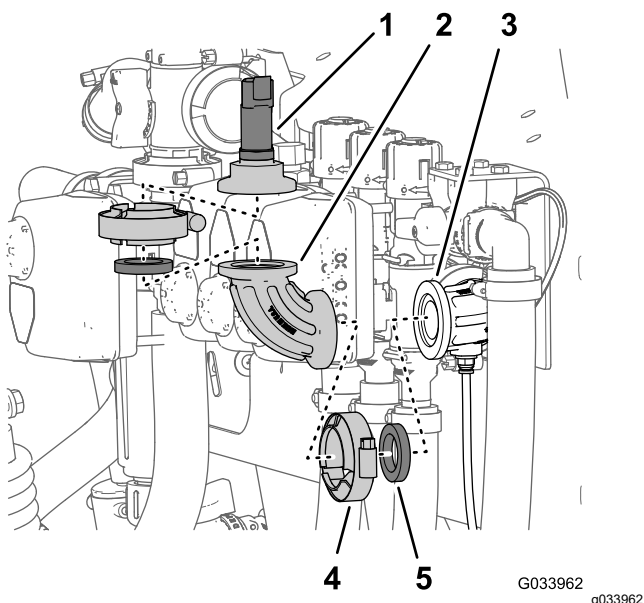

Figure 26
2. Retirez le collier à bride qui fixe le transducteur de pression au raccord à 90° et déposez le transducteur, le joint et le collier à bride (Figure 26).
3. Retirez le collier à bride qui fixe le raccord à 90° au raccord à 90° doté d'un connecteur pour le tube de détection, et déposez le raccord à 90°, le joint et le collier à bride (Figure 26).